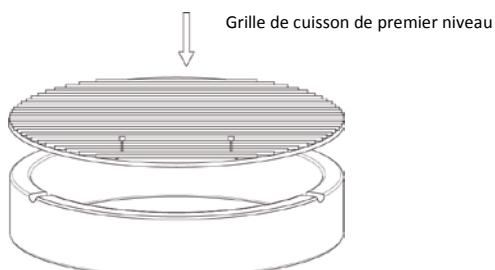

Figure 5
**ÉTAPE 7** Placez la grille de cuisson de premier niveau en acier inoxydable 304 sur le dessus de l'anneau à feu avec la porte d'accès à charnière sur le devant du gril (Voir figure 5)